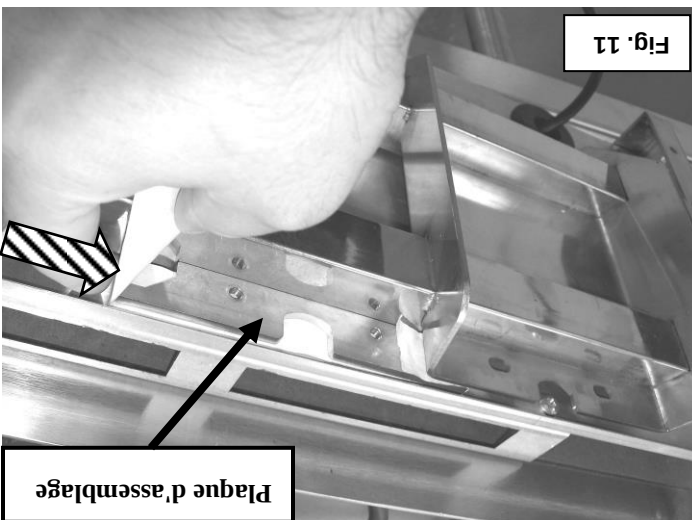

Fig. 11
12. Collez du ruban masqué sur la plaque d'assemblage, et glissez celle-ci en position entre le panneau arrière du gril et le haut du point d'assemblage sélectionné de la plaque, tel qu'illustré à la Fig. 11.